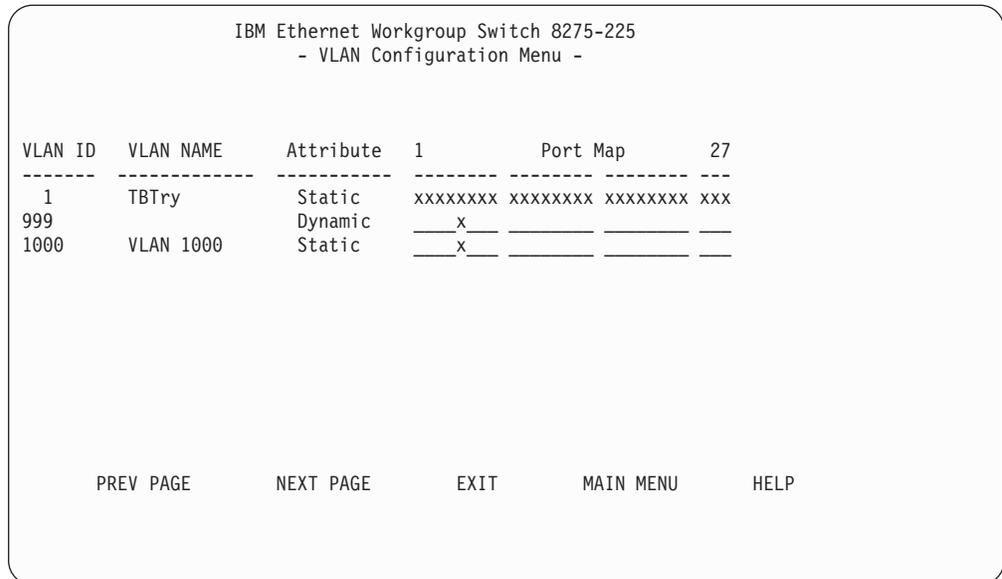

Figura 39. Painel VLAN Configuration Menu - Primary
A seleção desta opção exibe o painel VLAN Configuration Menu, mostrada na Figura 39 na página 50.
1. Utilize a tecla Tab para selecionar uma VLAN conforme mostrado na Figura 39 na página 50.